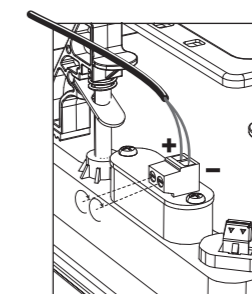

Fig. 7. Connecting Speaker Wires to the Frame
2. Zlokalizuj złącze śrubowe z tyłu ramy (rys. 7). Biegunowość połączeń jest zaznaczona, jak pokazano na ilustracji.